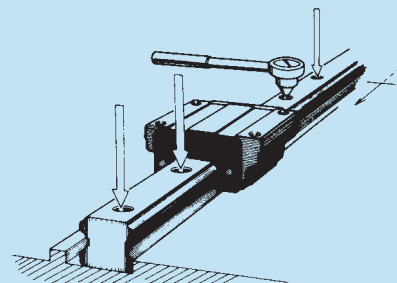

Fig. 32 Último ajuste de los pernos de montaje
4) Utilizar una llave inglesa para ajustar los pernos de montaje hasta alcanzar la tensión especificada. Ver fig. 32 y página 112.